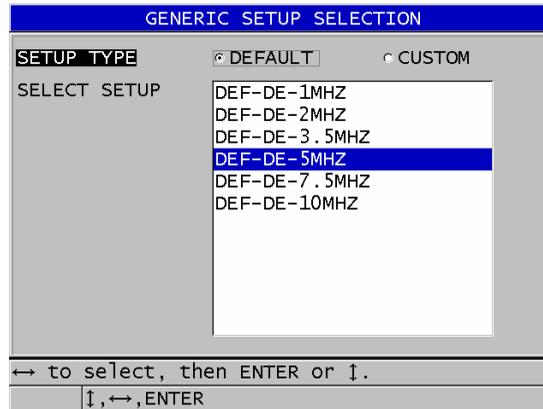

Abbildung 12-1 Fenster GENERIC SETUP SELECTION
2. Verfahren Sie im sodann eingeblendeten Fenster **GENERIC SETUP SELECTION** (siehe Abbildung 12-1 auf Seite 237) wie folgt: